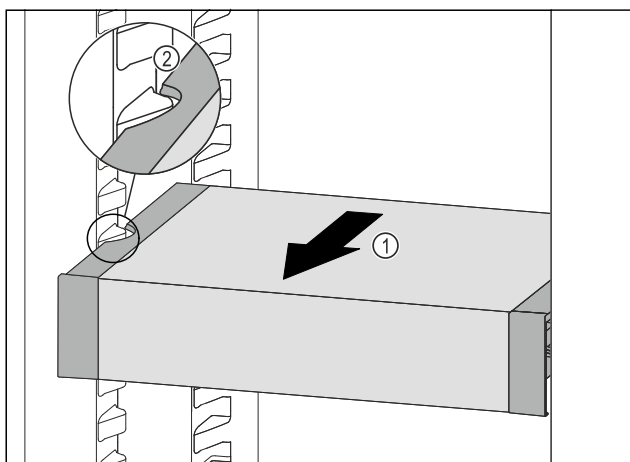

Fig. 78
- ▶ VarioSafe pociągnąć w przód Fig. 78 (1), aż boczne wycięcia szuflady VarioSafe będą się znajdować na wysokości żeber pojemnika w chłodziarce. Fig. 78 (2)